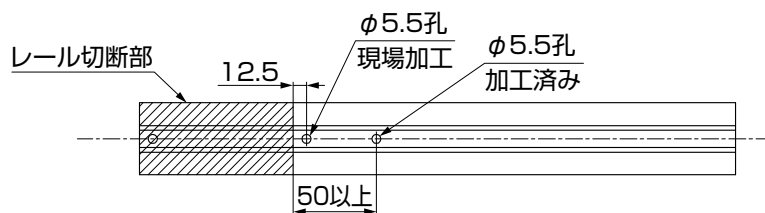

図11-6
- ⑤レール切断部から加工済みの孔まで50mm以上の場合は、図を参照して、孔を追加加工をしてください。（図11-6参照）